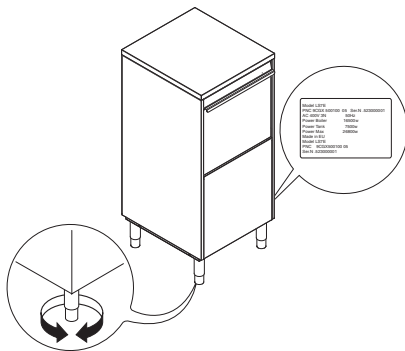

Fig. 5
Dataskylten innehåller identifikationsdata och tekniska data och sitter på maskinens högra sidopanel (Fig. 5).
- Placera diskmaskinen och ställ maskinen plant genom att skruva på de justerbara fötterna (Fig. 5).